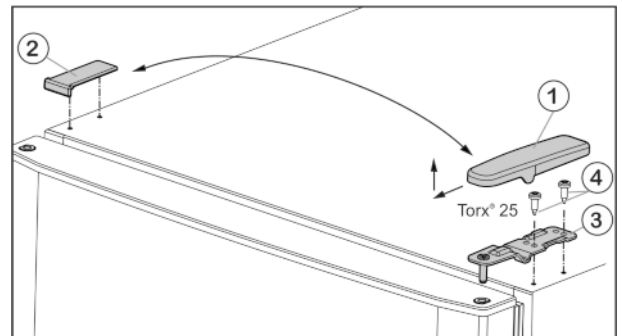
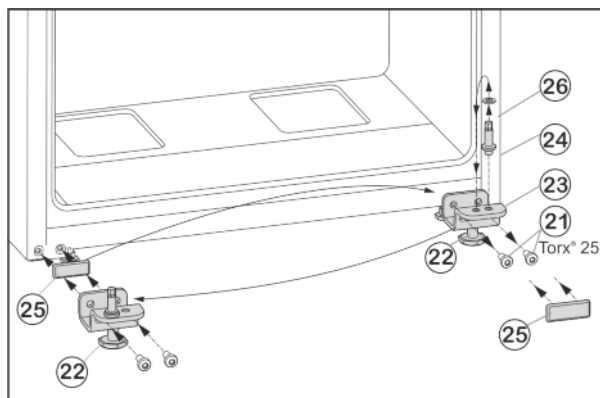

Fig. 5
Fig. 7
- ▶ Afdekking Fig. 5 (1) naar voren en boven wegtrekken.
- ▶ Afdekking Fig. 5 (2) eraf nemen.
- ▶ Bovenste lagerbus Fig. 5 (3) losschroeven (2 maal Torx® 25) Fig. 5 (4) en naar boven eraf trekken.
- Bevestigingsbouten Fig. 7 (21) losschroeven.
- Lagerbok onder Fig. 7 (23) volledig met lagerbouten Fig. 7 (24), schijf Fig. 7 (26) en stelvoet Fig. 7 (22), verwijderen.
- Lagerbouten Fig. 7 (24) volledig met schijf Fig. 7 (26) losschroeven, terugplaatsen in het tegenoverliggende opnamegat van het lagerbok en weer vastschroeven.
- Afdekplaat Fig. 7 (25) voorzichtig verwijderen en terugplaatsen op de andere zijde.
- Lagerbok onder Fig. 7 (23) volledig met lagerbouten Fig. 7 (24), schijf Fig. 7 (26) en stelvoet Fig. 7 (22) weer op de nieuwe scharnierzijde evt. met behulp van een accuboormachine **vastschroeven (met 4 Nm)**.
- Onderste deur van bovenaf op scharnierpen Fig. 7 (24) plaatsen.
- Middelste scharnierblok (13) 180° gedraaid in de onderste deur plaatsen en met bevestigingsbouten (11)(2 maal Torx® 25) op de nieuwe scharnierkant **stevig (met 4 Nm)** aandraaien.
- Kunststof ring (10) weer aanbrengen.
- Bovenste deur op het middelste scharnierblok (13) plaatsen.
- Plaats de bovenste lagerbus Fig. 5 (3) aan de nieuwe scharnierkant in de deur.
- Bovenste lagerbok **vastschroeven (met 4 Nm)** (2 keer Torx® 25) Fig. 5 (4). Eventueel een accuboormachine gebruiken.
- Afdekking Fig. 5 (1) aan de andere kant buiten plaatsen en vastklikken.
- Afdekking Fig. 5 (2) steeds aan de andere kant van bovenaf plaatsen en vastklikken.
- Stelpoot Fig. 7 (22) van onderste scharnierblok Fig. 7 (23) eruit draaien, tot deze de vloer raakt.